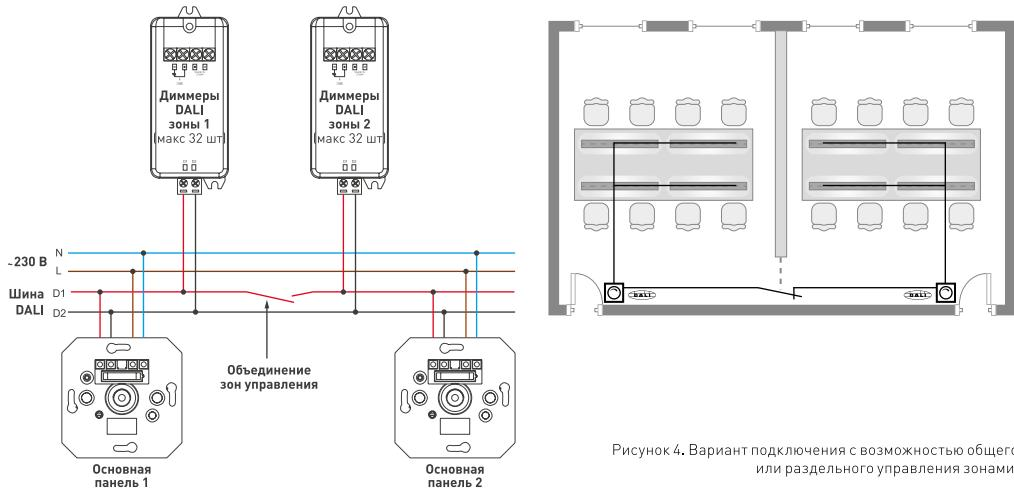

Рисунок 4. Вариант подключения с возможностью общего или раздельного управления зонами.
- ▼ В схеме на Рис. 4 приведен вариант подключения с возможностью общего или раздельного управления зонами. Например, при закрывании перегородки между помещениями, управление светом становится индивидуальным.